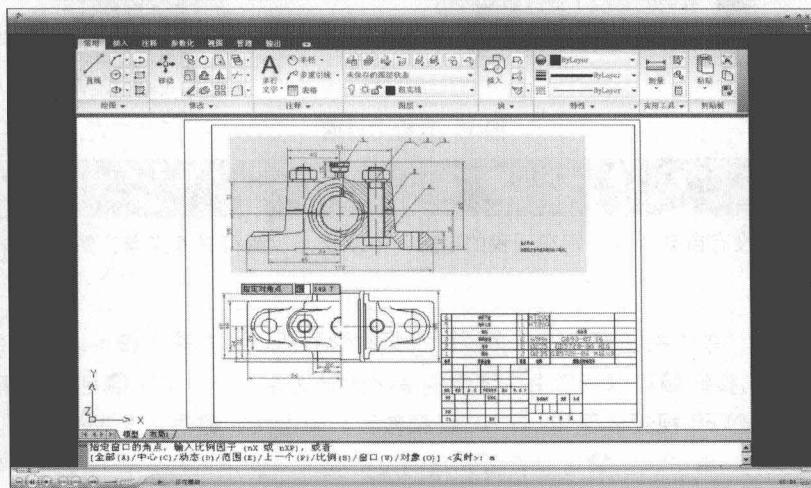

图 3 全屏幕播放的视频教程
4. 单击“视频播放区”中控制条上的按钮可以控制视频的播放，如暂停、快进；双击播放画面可以全屏幕播放视频，如图 3 所示；再次双击全屏幕播放的视频可以回到如图 2 所示的播放模式。